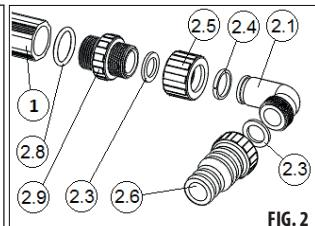
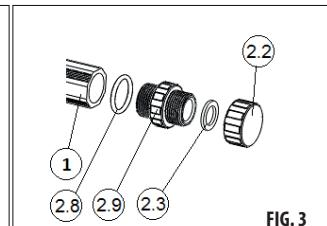

FIG. 2
FIG. 3
- 1) Complétez le panneau. Installez le transducteur (2.9) avec des joints toriques en silicone (2.8) sur les tubes du panneau solaire. NOUS NE RECOMMANDONS D'APPLIQUER SUR LE FRONT ÉTANCIÉ DU TUYAU DU PANNEAU SOLIDE (1) UNE FINE COUCHE DE LA GRAISSE JOINTE POUR ÉVITER D'ÉVENTUELLES MANQUES D'ÉTANCIÉTÉS. Au niveau des adaptateurs, montez les colliers de serrage (FIG. 2) et les bouchons (FIG. 3). Au milieu d'un des tuyaux du panneau où il y a une presse-étoupe, il faut utiliser les pointes de tuyau. Sur le deuxième tuyau, montez les presse-étoupe.